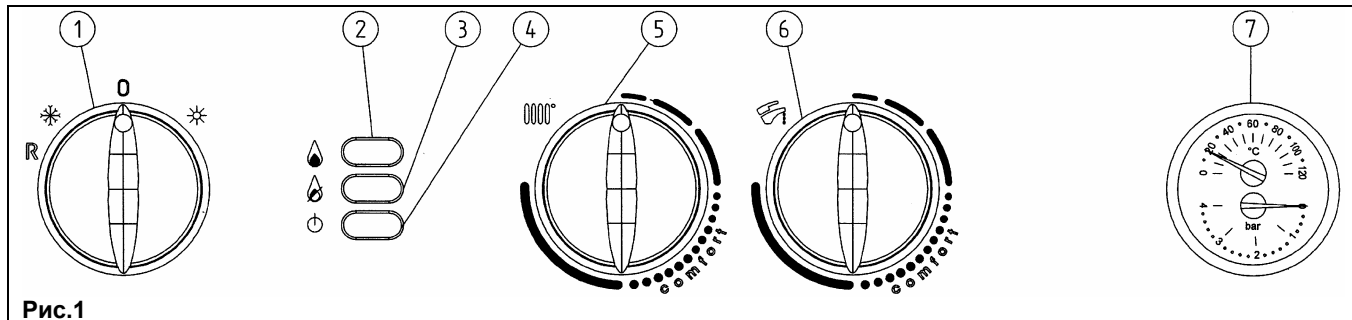
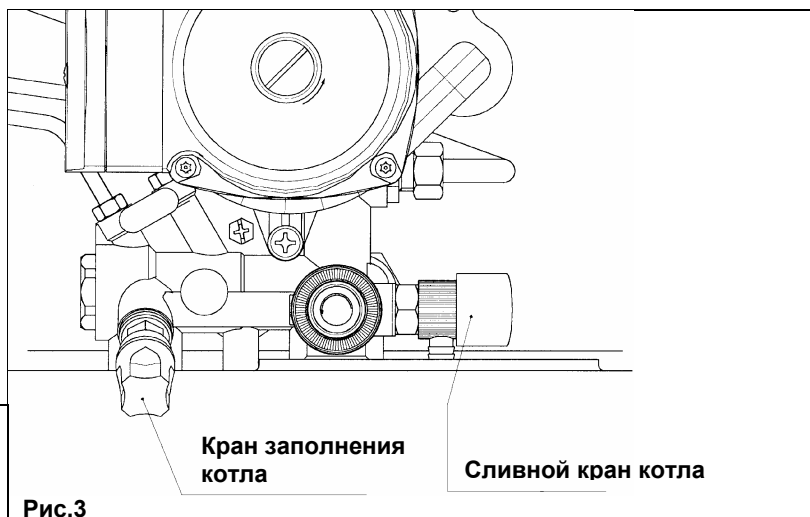

Рис.1
Рис.3
Для регулировки температуры в комнате, можно использовать комнатный термостат. Если комнатный термостат не установлен, температуру в комнате можно регулировать ручкой регулирования температуры воды в системе отопления (позиция 5, рис.1). Чтобы увеличить температуру, поверните ручку по часовой стрелке, а чтобы уменьшить – против часовой стрелки. Электронная модуляция обеспечивает нагрев воды до установленной температуры, изменяя подачу газа к горелке в зависимости от реальной потребности в теплообмене.
**Важно!** Регулярно проверяйте по манометру (позиция 7, рис.1), чтобы давление находилось в пределах от 0,5 до 1 бар при холодной системе отопления. При превышении давления откройте сливной клапан. Если давление ниже нормы, в моделях **ECO 240 I**, **ECO 240 Fi**, **ECO 280 Fi**, **ECO 280 i** откройте кран заполнения (рис.3). В модели **ECO 1.240 Fi** кран заполнения монтируется установщиком на нижней части аппарата (см. деталь 9 на рис.20). Советуем открывать кран очень медленно. Если давление падает часто, пусть ваш котел проверит квалифицированный специалист.
Для выключения котла поверните переключатель (позиция 1, рис.1) в положение «0»; при этом от котла отключается электропитание.
- переключатель режимов (рис.1, позиция 1) не установлен в положение (0);